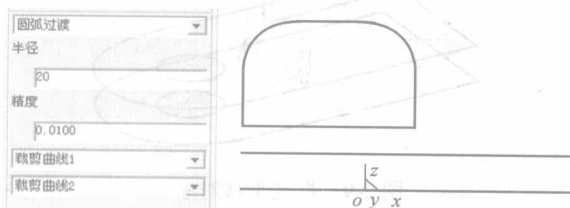

图 2-5 过渡操作
(6) 单击“矩形”按钮，在 xz 面绘制一长为 70、宽为 45 的矩形。
(7) 单击“曲线过渡”按钮，设置过渡半径为 20，拾取需过渡的曲线，生成如图 2-5 所示的圆角过渡。